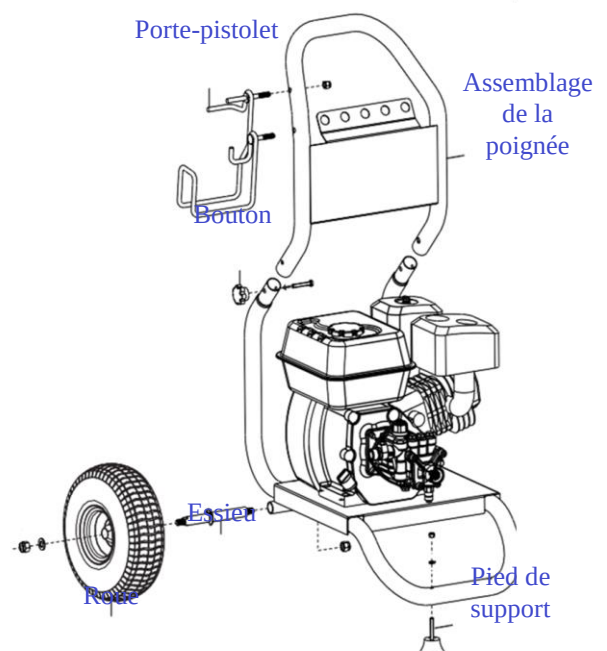

Fig. 2
4.2- Assemblage - PRNHP21T (comme illustré dans la Fig. 2)